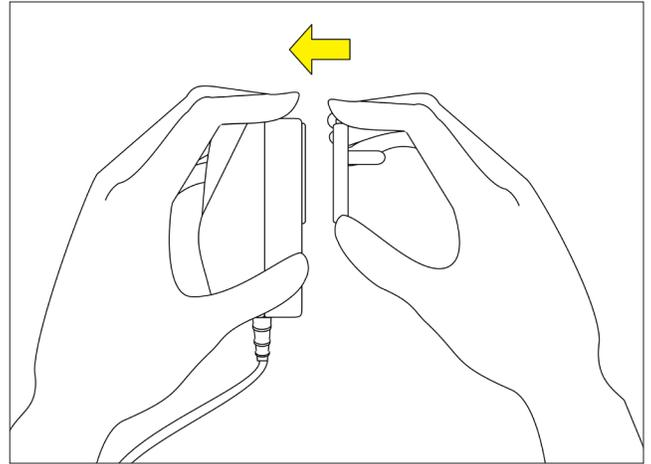

Figura 5. Instale o adaptador de plugue.
- (c) Instale o adaptador de plugue apropriado no adaptador CA. Ver Figura 5.